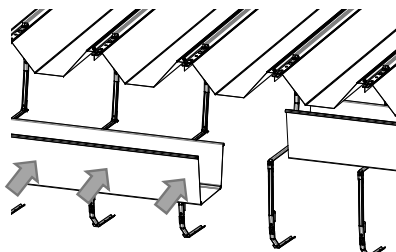

図.2 のきといを乗せる
- 1) のきといを金具の上に乗せます。※落下にご注意ください。 図.2